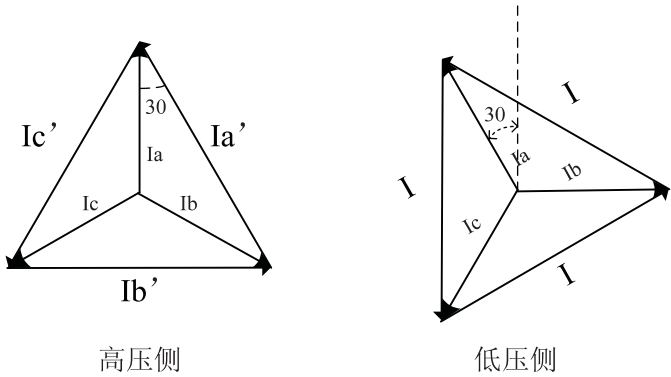

图 4-1 Δ/Y 方式 TA 接线向量图
- (1) 微机保护用电流互感器采用常规的“Δ/Y”接线方式,如图 4-1 所示